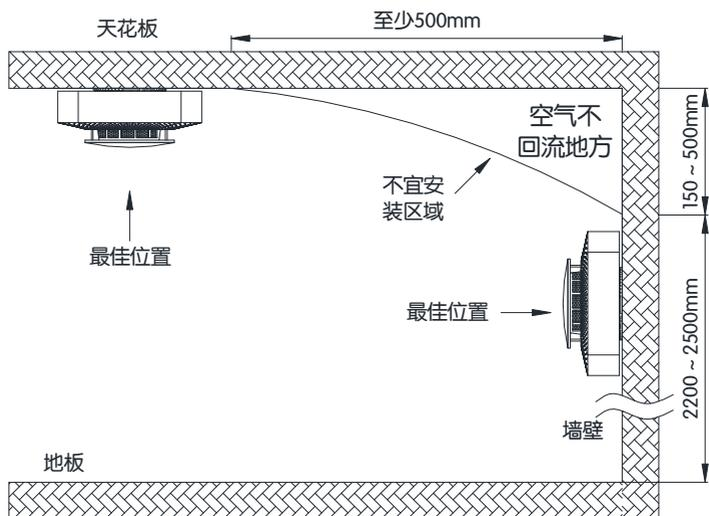

图 2 平顶房探测器安装位置示意图
- ① 安装于房顶时：探测器的边缘应距任何一面墙壁不小于 500mm（如图 2 所示）。
- ② 安装于墙壁时：探测器最佳安装高度 2.2 ~ 2.5m，距顶端 150 ~ 500mm（如图 2 所示）。此安装方法适用于室内面积小于 30 m2的场所。